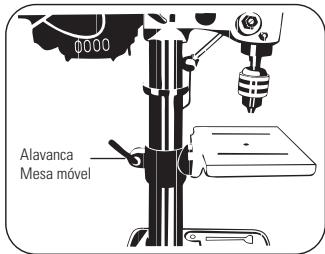

FIGURA 8.9
- Para conectar a manivela à cremalheira, afrouxar a Alavanca da Mesa Móvel (Figura 8.9), levante ou abaixe a mesa girando a manivela.
- Quando a posição desejada for atingida, aperte firmemente a Alavanca da Mesa Móvel para que a mesa **7** não se move mais (Figura 8.9).
- Afrouxe a Alavanca da Mesa Móvel (Figura 8.9).